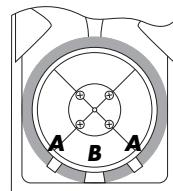

Abb. 3
- Der Filter ist lose um den Ventilatorkäfig gelegt und mit zwei Kunststoffhaken fixiert (*Abb. 3/A*); fassen Sie im Bereich der Gerätesteckdose (*Abb. 3/B*) die beiden Enden des Filters und nehmen Sie ihn vom Ventilatorkäfig ab.